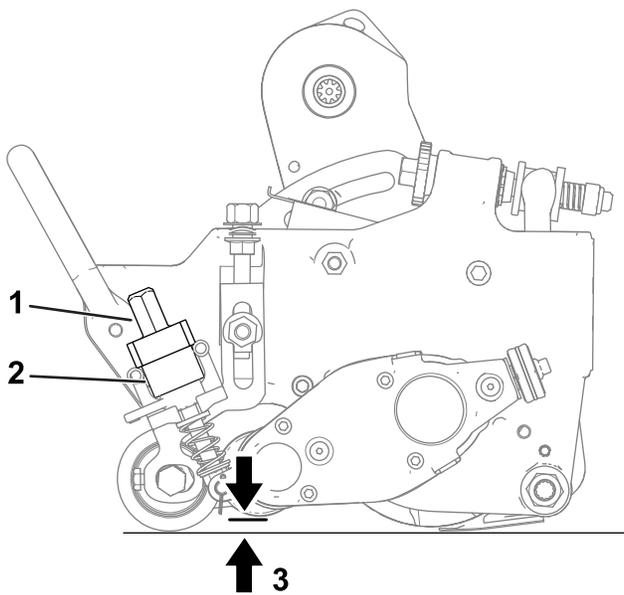

Figura 19
- A. Certifique-se de que as alavancas de libertação rápida (Figura 19) estão na posição de OPERAÇÃO (ou seja, a alavanca está virada na direção da frente da unidade de corte).
- B. Na extremidade do eixo do rastelo, meça a distância que vai da ponta da lâmina mais baixa do rastelo até à área de funcionamento (Figura 19). Rode o manípulo de ajuste da altura (Figura 19), para elevar ou descer a ponta da lâmina do rastelo até à altura pretendida.